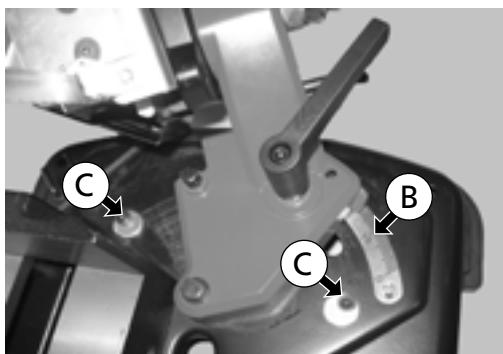

Fig. 20
Rode o arco da serra de fita para o ângulo pretendido na escala (B) - (Fig. 20). Fins de curso ajustáveis (C) para 90° e 45° permitem uma configuração rápida (Fig. 20).